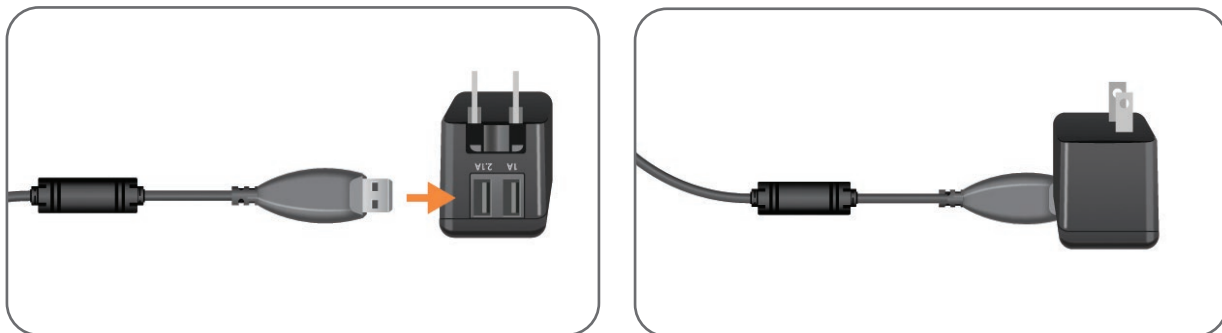

Figura 4-6: Inserir o cabo de carregamento USB no adaptador de CA
2. Insira a extremidade USB do cabo de carregamento magnético em qualquer uma das duas portas USB disponíveis no adaptador de CA. Veja a Figura 4-6.